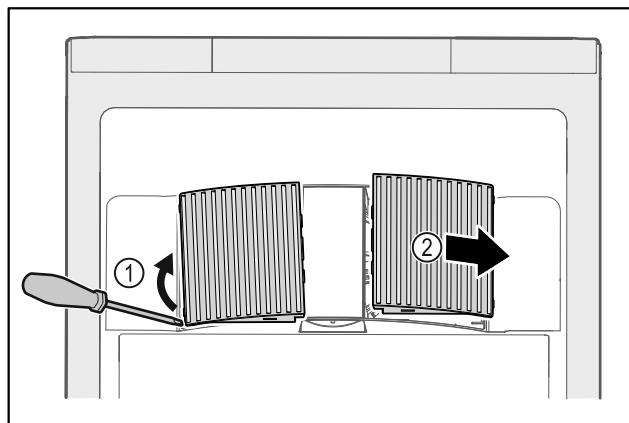

Fig. 199
- Opatrne vytiahnite kryty ventilátorov z bočnej strany Fig. 199 (1) a vyberte ich smerom dopredu Fig. 199 (2).